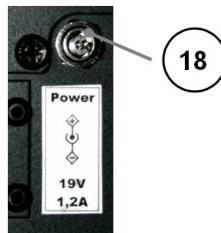

Abbildung 4: Netzanschluss (Geräterückseite)
- 1** Stecken Sie das beige packte Netzkabel (3) in die entsprechende Buchse des beiliegenden externen Netzgeräts (2).
- 3** Stecken Sie den Stecker des externen Netzgeräts in die Buchse **Power (19V 1,2A)** (18) auf der Rückseite des **AudioVolvers** (Abbildung 4: Netzanschluss).